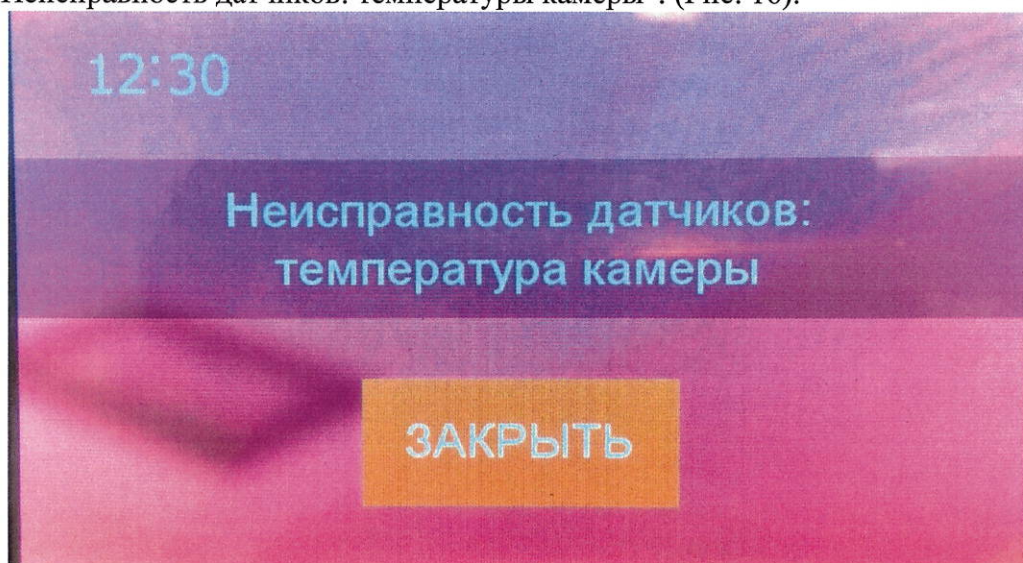
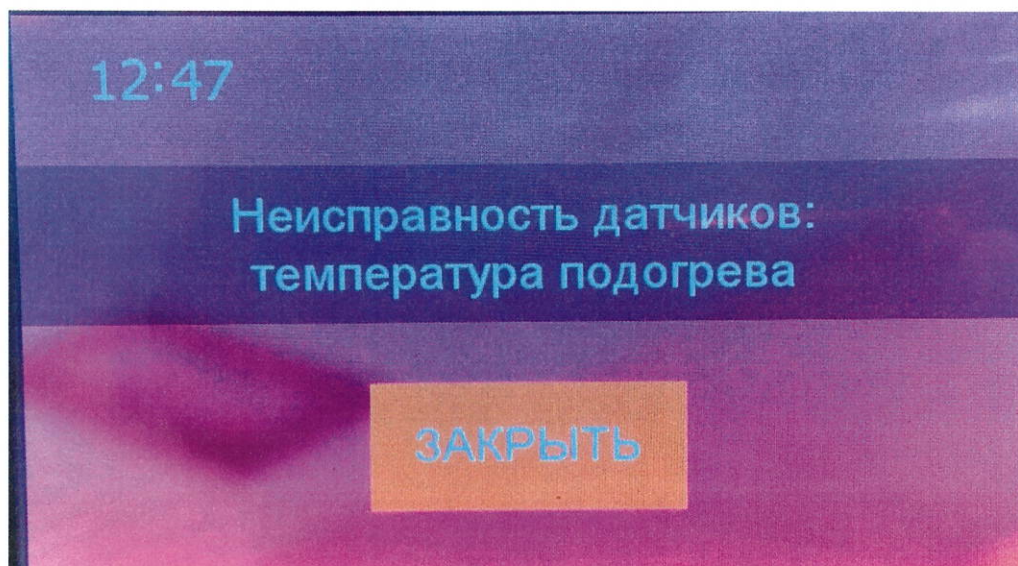

Рис. 16.
Рис. 17
- 6.9 Кабина ванны подогревается греющим кабелем, на котором стоят датчики температуры, которые служат для отключения нагрева ванны через программное обеспечение и при выходе из строя которых, на дисплее появляются ошибки: “Неисправность датчиков: температуры камеры” (Рис. 16) и “Неисправность датчиков: температуры подогрева” (Рис. 17).
9.2. При выходе из строя датчика температуры внутри кабины ванны на дисплее появится ошибка “Неисправность датчиков: температуры камеры”. (Рис. 16).
9.3. При выходе из строя датчика температуры греющего кабеля на дисплее появится ошибка “Неисправность датчиков: температуры подогрева”. (Рис. 17).